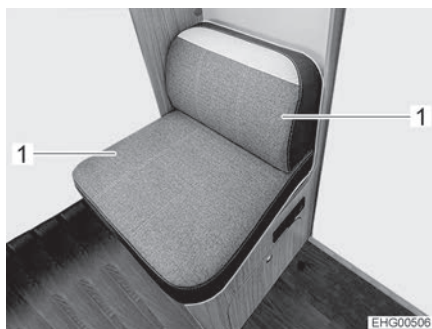

Fig. 34 Banco
- Quitar dos cojines (Fig. 34,1).